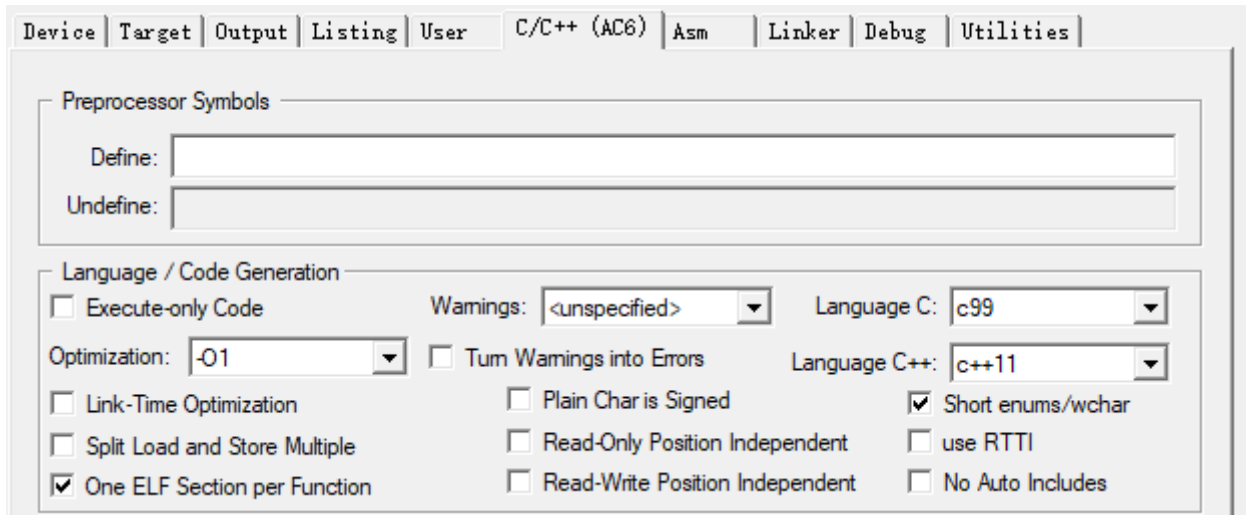
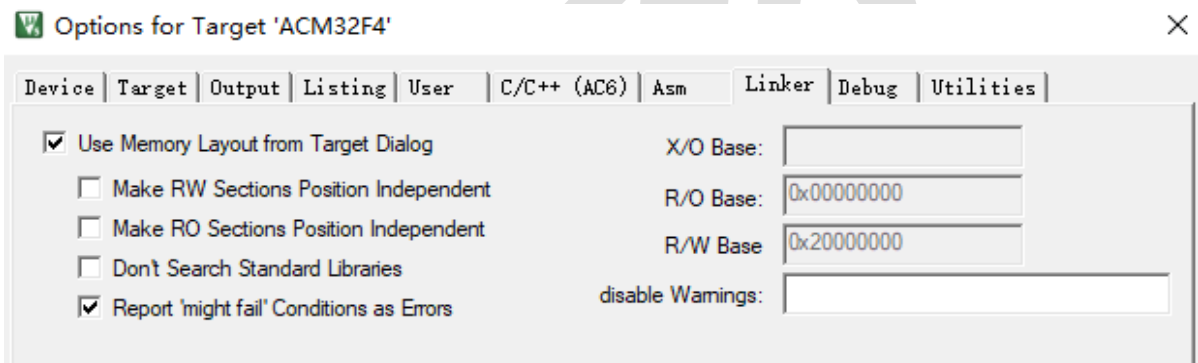

图 3-14 编译链接选项
图 3-15 链接加载
3) 如图 3-14 所示, 可以生产 .bin 文件。
4) 如图 3-15 所示, 将 One ELF Section Per Function 的 \checkmark 打上, 链接时未被调用到的函数不会被链接进去, 能大大减少生成镜像文件的大小。编译优化选项见图 3-16, 链接配置见图 3-14。